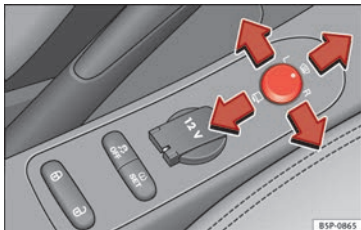

Abb. 73 Drehknopf für die Außenspiegel.
1. Drehen Sie den Drehknopf » **Abb. 73** zunächst in Stellung **L (linker Außenspiegel)**.
- Drehen Sie den Drehknopf nach vorne » **Abb. 73** damit die Heizung der Außenspiegel und die Funktion der beheizbaren Windschutzscheibe* im Bereich der Ruhestellung der Wischerblätter eingeschaltet wird » **Seite 90**.
- Drehen Sie den Drehknopf » **Abb. 73** in Stellung , um die Außenspiegel anzuklappen. Sie sollten die Außenspiegel im-